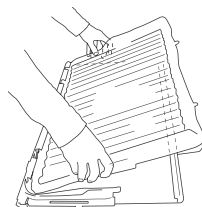

Fig.25 Retrait du couvercle des attaches arrière et des pièces de retenue latérales
- 2 Dégrafez le couvercle des attaches situées à l'arrière de la tablette et soulevez-le doucement pour le retirer des pièces de retenue latérales (reportez-vous à l'illustration Fig.25).